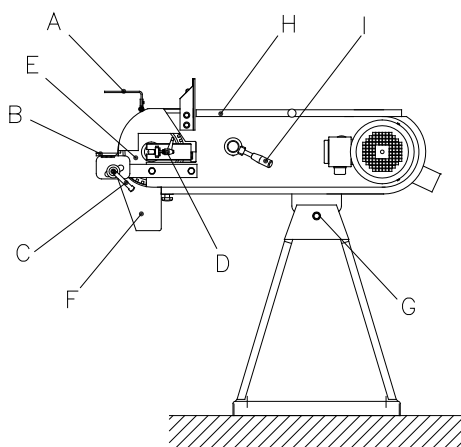
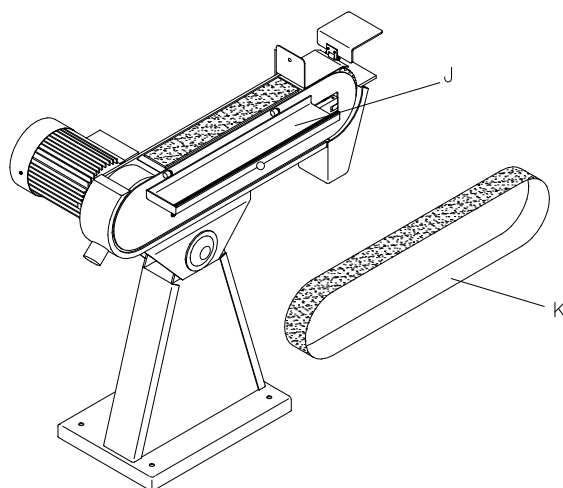

Fig.: 1.1
Fig.: 2.1
Før brug monteres øjenværn, sugeslanger og evt. støvpose. Spændebåndene til monteringen af sugeslangerne ligger i støvposen. Øjenværnet (A) monteres i øjenværnsbeslaget (se *fig.: 1.1*). Det kontrolleres, at slibeanlægget (B) er i en afstand af min. 2 mm fra båndet, og at håndtaget (C) er tilspændt. Drej kontakthjulet med hånden og juster båndet med håndtaget (D), til det løber lige på kontaktskiven. Kontroller at gnistboksen (F) er fastspændt og juster maskinen til den ønskede arbejds højde med håndtaget (G).
Efter indstilling og tilslutning af ovennævnte er båndsliberen klar til brug. Slibning kan foretages ved kontaktskiven eller på planslibebordet ved at åbne låget (H) (se *fig.: 1.1*). Ved at løsne grebet (E) kan låget (I) åbnes og derved at lave gennemgående planslibebord. Et slibebånds levetid forøges, hvis slibningen begyndes med let slibetryk.
Ved båndskift aflastes båndet ved at dreje håndtaget (I) mod uret (se *fig.: 1.1*), låget (H) og sidepladen (L) (se *fig.: 2.1*) åbnes, og det slidte bånd (K) aftages ved at køre båndet imod omløbsretningen samtidig med, at det trækkes væk fra maskinen ved drivhjulet. Påsæt nyt bånd og kontroller, at pilenes retning på båndets bagside svarer til omløbsretningen. Håndtaget (I) drejes med uret til båndet er strammet op. Der kontrolleres for ligeløb med hånden og evt. justeres med håndtaget (D).